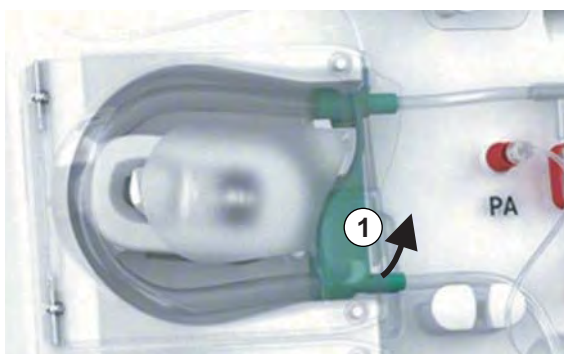

Fig. 7-1 Rimozione della linea ematica
Quando si rimuovono le linee ematiche dalle pompe, all'inizio sollevare leggermente la parte inferiore del multiconnettore (Fig. 7-1, ①) dalla base della pompa sangue (direzione della freccia) mentre lo sportello della pompa sangue è chiuso. Quando la linea è stata espulsa dal rotore della pompa, aprire lo sportello pompa e rimuovere la linea ematica.